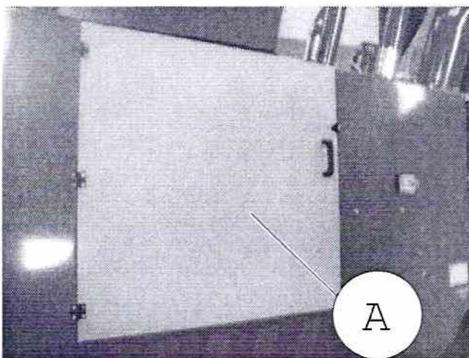

РИС.5
- Открыть заднюю дверцу (A) (Рис.5).
- Открыть заднюю дверцу (А) (Рис.5) и, вручную воздействуя на шкив, прокрутить ротор на 360° в направлении, указанном специальной стрелкой. Если нет шумов или трений, камера резки полностью пуста.